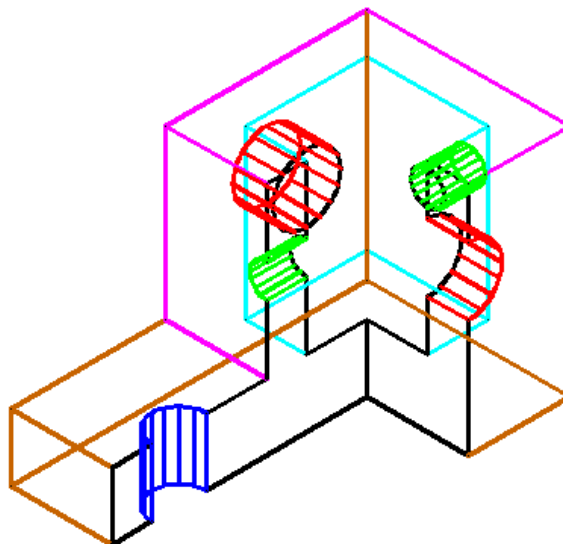

Рис. 34
- выполнить, для раскрытия формы скрытых отверстий, вырез в детали (на панели **ПСК** щелкнуть по кнопке **Предыдущая ПСК**). Далее определить центр верхней грани детали (можно диагональными линиями) и построить параллелепипед, с начальным углом в центре верхней грани так, чтобы его габариты заведомо выступали за контуры детали. Затем вычесть из детали указанный параллелепипед и получить изображение, показанное на рис. 34;
9. На экране дисплея в пространстве модели, в котором производились построения, стереть все изображения, кроме показанного на рис. 34;